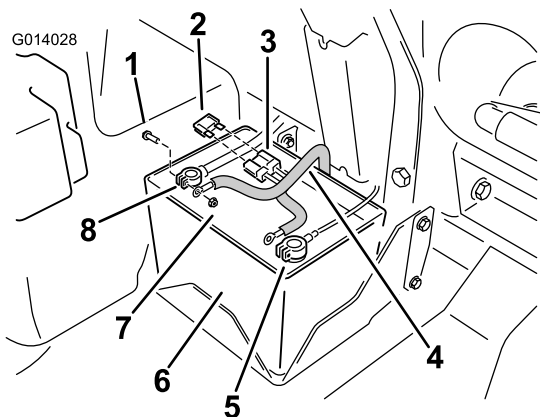

Figura 17
4. Conecte el terminal circular rojo positivo del arnés eléctrico al conector del cable rojo de la batería (Figura 17).
5. Conecte el terminal circular negro negativo al cable rojo de la batería (Figura 17).
8. En la batería, instale el fusible en el conector abierto del arnés (Figura 17).